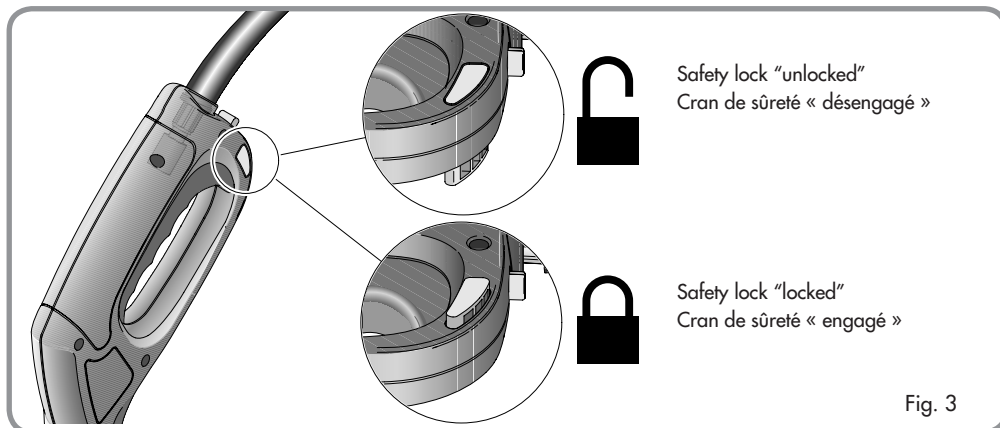

Fig. 3
3. Release gun safety if locked. (Fig. 3)
3. Désengager le cran de sûreté si nécessaire. (Fig. 3)